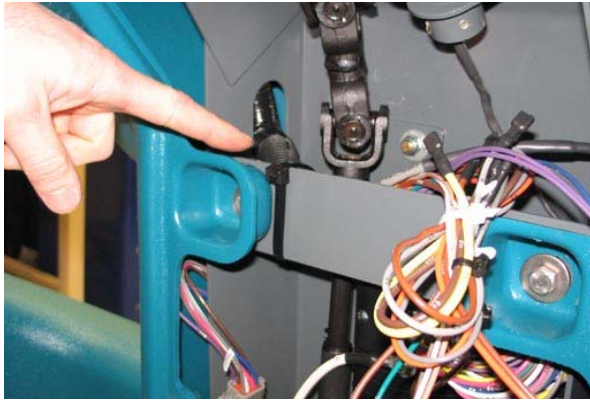

AFB. 64
31. Installeer de kabelklemmen weer op hun plaats. (Afb. 64)